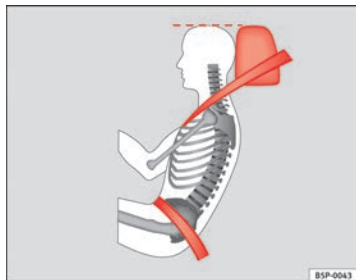

Abb. 13 Richtiger Gurtbandverlauf und richtige Kopfstützeinstellung von der Seite betrachtet
- Das Beckengurteil des Sicherheitsgurtes muss vor dem Becken verlaufen und niemals über dem Bauch. Dabei muss der Gurt flach und fest am Becken anliegen ⇒ **Abb. 13**. Ziehen Sie das Gurtband gegebenenfalls etwas nach.